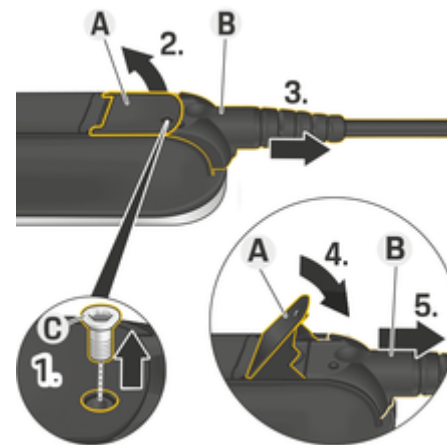

Fig. 18 Débranchement des câbles
1. Retirez la vis C (Fig. 18) à l'aide d'un outil adéquat.
2. Levez le levier A (Fig. 18).
3. Tirez la fiche B (Fig. 18) jusqu'au premier point de résistance.